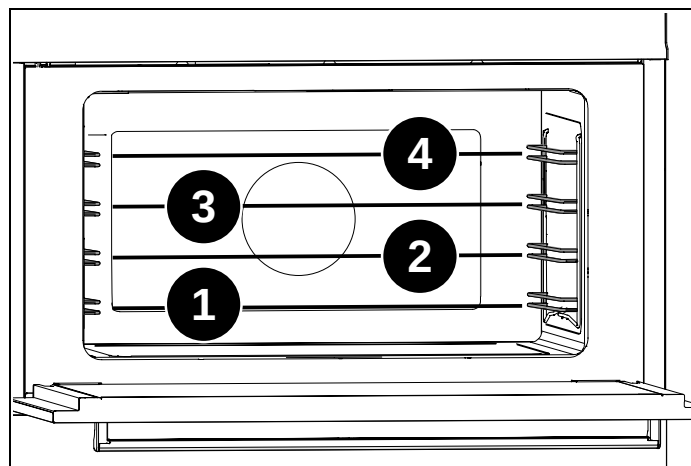

Fig. 26
- 4) Plasser spydholderen på sidegrillene på nivå 2. (Fig. 26). Sett fatet på spydet og skyv det inn i ovnen ved å stikke spissen av spydet inn i skaftet som stikker ut fra baksiden av ovnen.